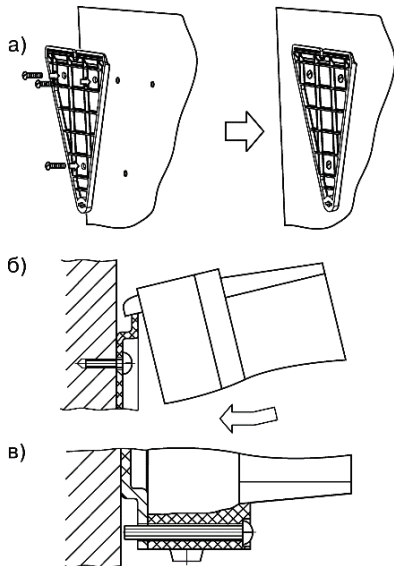

Рисунок 8.1 – Монтаж преобразователя настенного крепления
1. Закрепить кронштейн тремя винтами М4×20 на поверхности, предназначенной для установки преобразователя (см. Приложение А и рисунок 8.1, а).
2. Зацепить крепежный уголок на задней стенке преобразователя за верхнюю кромку кронштейна (рисунок 8.1, б)
3. Прикрепить преобразователь к кронштейну винтом М4×35 из комплекта поставки (см. рисунок 8.1, в).